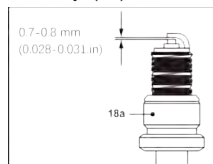

Fig. 31
6. Verificați distanța bujiei. Aceasta trebuie să fie de 0,7-0,8 mm (Fig. 31).
8. La înlocuirea bujiei (18a), înșurubați-o mai întâi manual strâns, apoi strângeți ușor cu cheia pentru bujii (33).